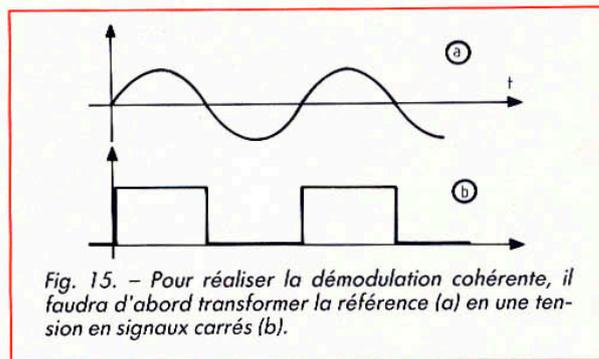

Fig. 15. — Pour réaliser la démodulation cohérente, il faudra d'abord transformer la référence (a) en une tension en signaux carrés (b).
- Comme l'indique la figure 15, il faudra, à partir du signal de référence (a), obtenir un signal rectangulaire (b). Cela semble très simple, et l'on pense tout de suite au « trigger de Schmitt ».
La meilleure solution, pour obtenir un signal rectangulaire bien en phase avec la sinusoïde, comme celui de la figure 15, est d'utiliser un « comparateur ».
Donc, nous avons là un excellent instrument pour faire la transformation indiquée par la figure 15. La tension alternative sinusoïdale, sans composante continue, est appliquée à l'entrée « + » du comparateur. On met l'entrée « - » au potentiel zéro (masse)... et le tour est joué !